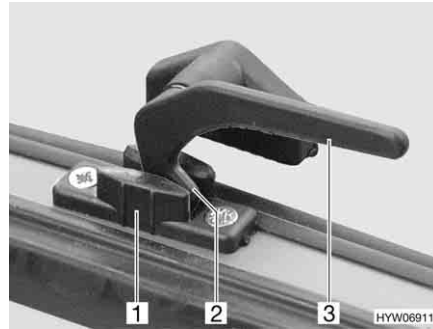

Fig. 93 Levier de verrouillage en position "Aération permanente"
- En position "Aération permanente" (Fig. 93)
- Tourner tous les leviers de verrouillage (Fig. 93,3) d'un quart de tour vers le centre du lanterneau.
- Remettre tous les leviers de verrouillage en position initiale. Le tenon de verrouillage (Fig. 93,2) doit pénétrer alors dans le logement prévu à cet effet dans le verrouillage du lanterneau (Fig. 93,1).